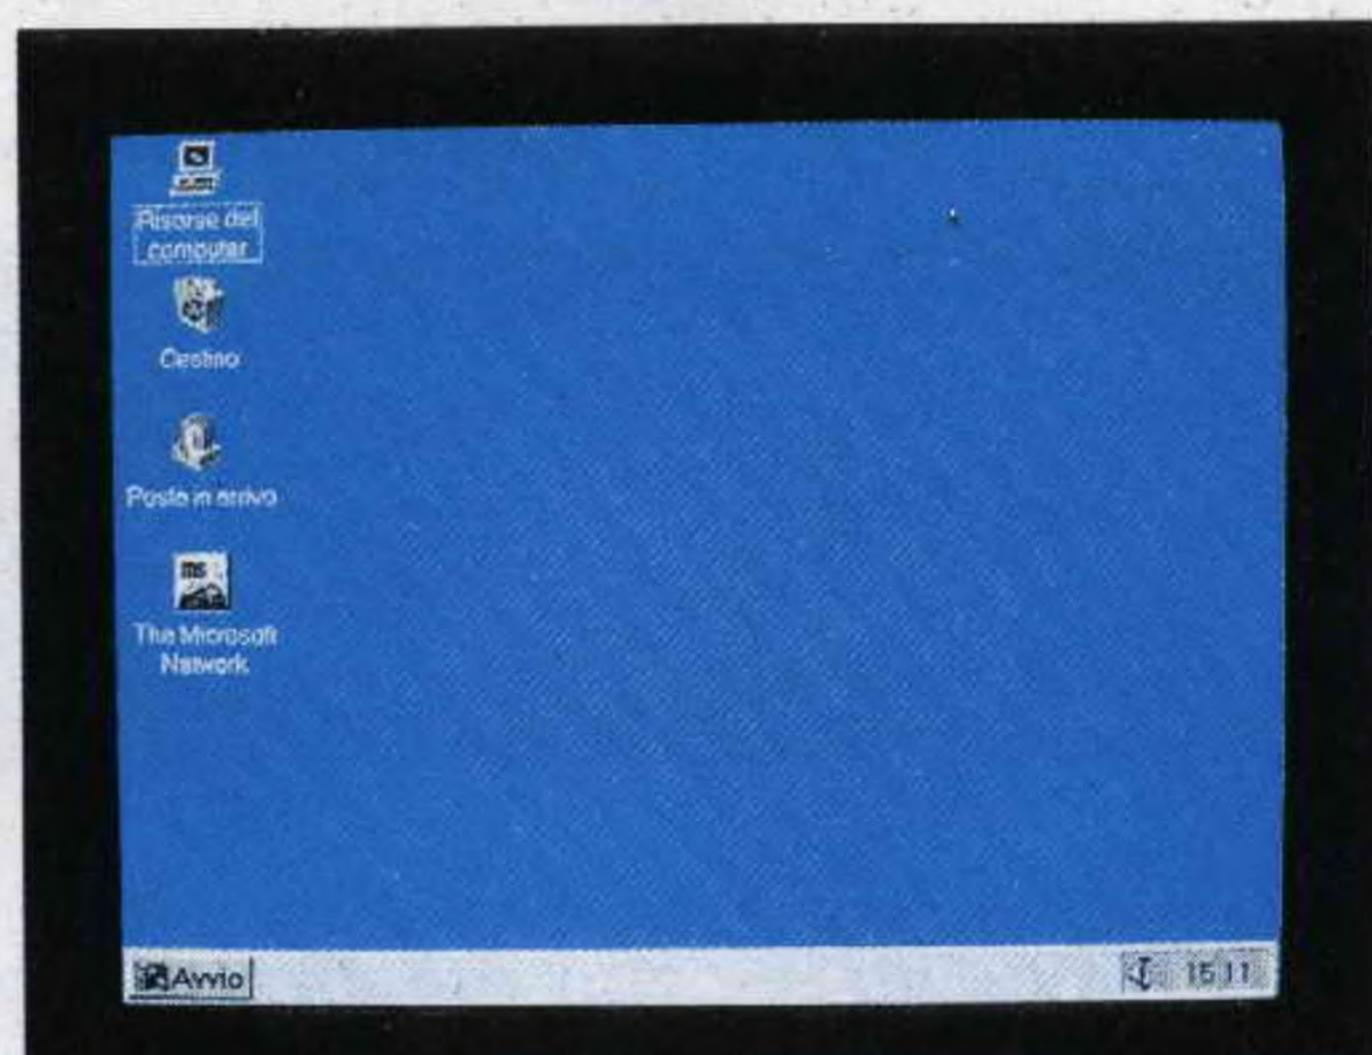

Fig.5 Portate cioè il cursore sulla riga con la scritta NORMALE poi pigiate Enter in modo da ritornare in Windows 95.
Apparirà la schermata principale di **WINDOWS 95** (vedi fig.5).
- Eseguita questa operazione dovete **necessariamente** uscire da **WINDOWS 95**, quindi portate il cursore sulla finestra posta in basso a sinistra dove è scritto **AVVIO** (vedi fig.5) e **cliccate**.